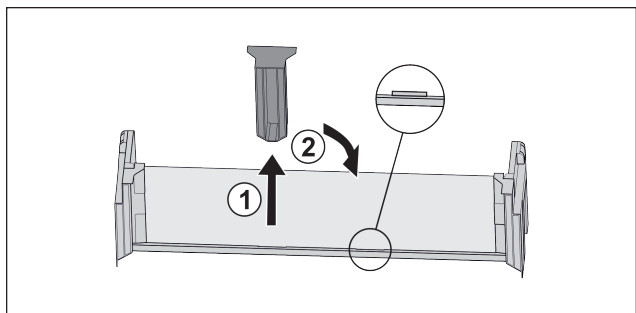

Fig. 22 *
- ▶ Изтеглете средната задържаща част Fig. 22 (1)*
- ▶ Вкарайте средната задържаща част на втората позиция Fig. 22 (2)*